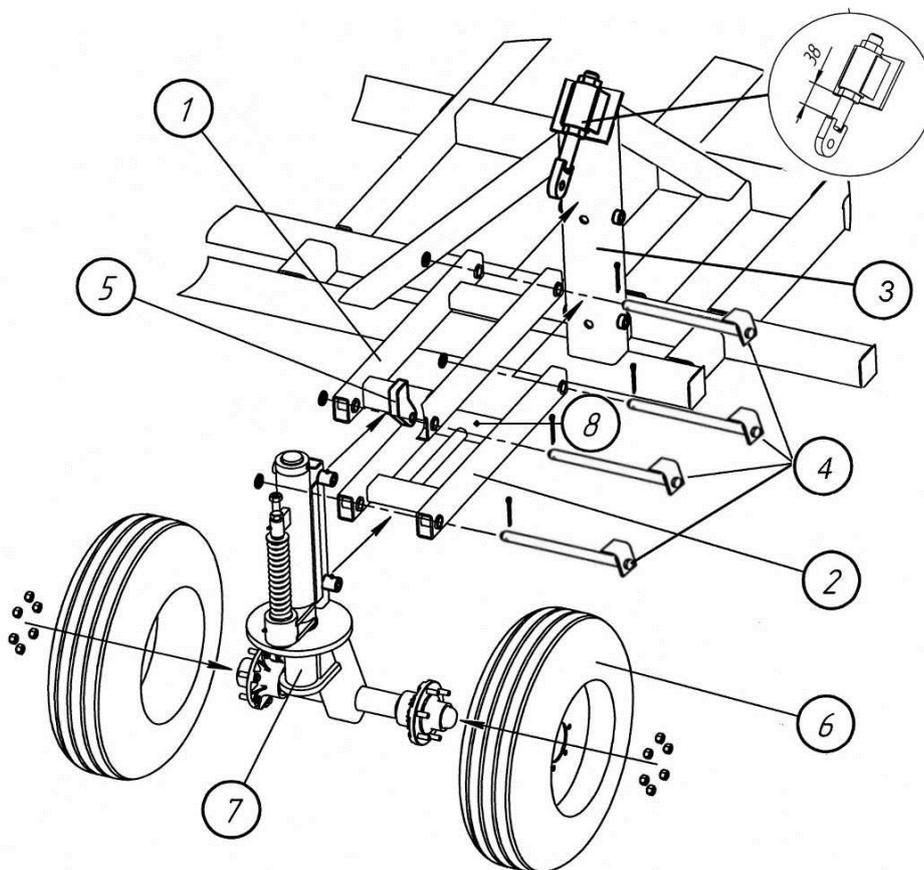

Рис. 4.3.1. Сборка передней подвески
4.3.1. Закрепите верхнюю 1 и нижнюю 2 перекладины на стойке главной рамы 3, установив пальцы 4 (25,4x356), шайбы и шпильки 5x63, как показано на рис. 4.3.1.